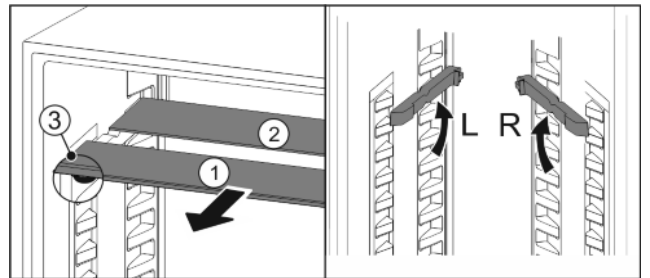

Fig. 18
- estrarre i ripiani di vetro singolarmente tirando in avanti Fig. 18 (1).
- ▷ Il ripiano di vetro Fig. 18 (1) con i fermi appoggia anteriormente.
- ▷ I fermi sono rivolti verso il basso Fig. 18 (3).